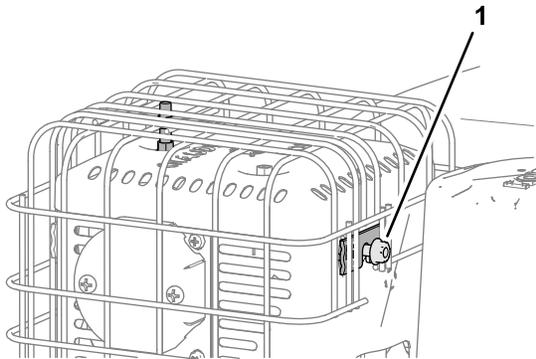

Bild 33
1. Lösen Sie die Bundmutter auf der inneren Seite des Auspuffschutzblechs (Bild 33).